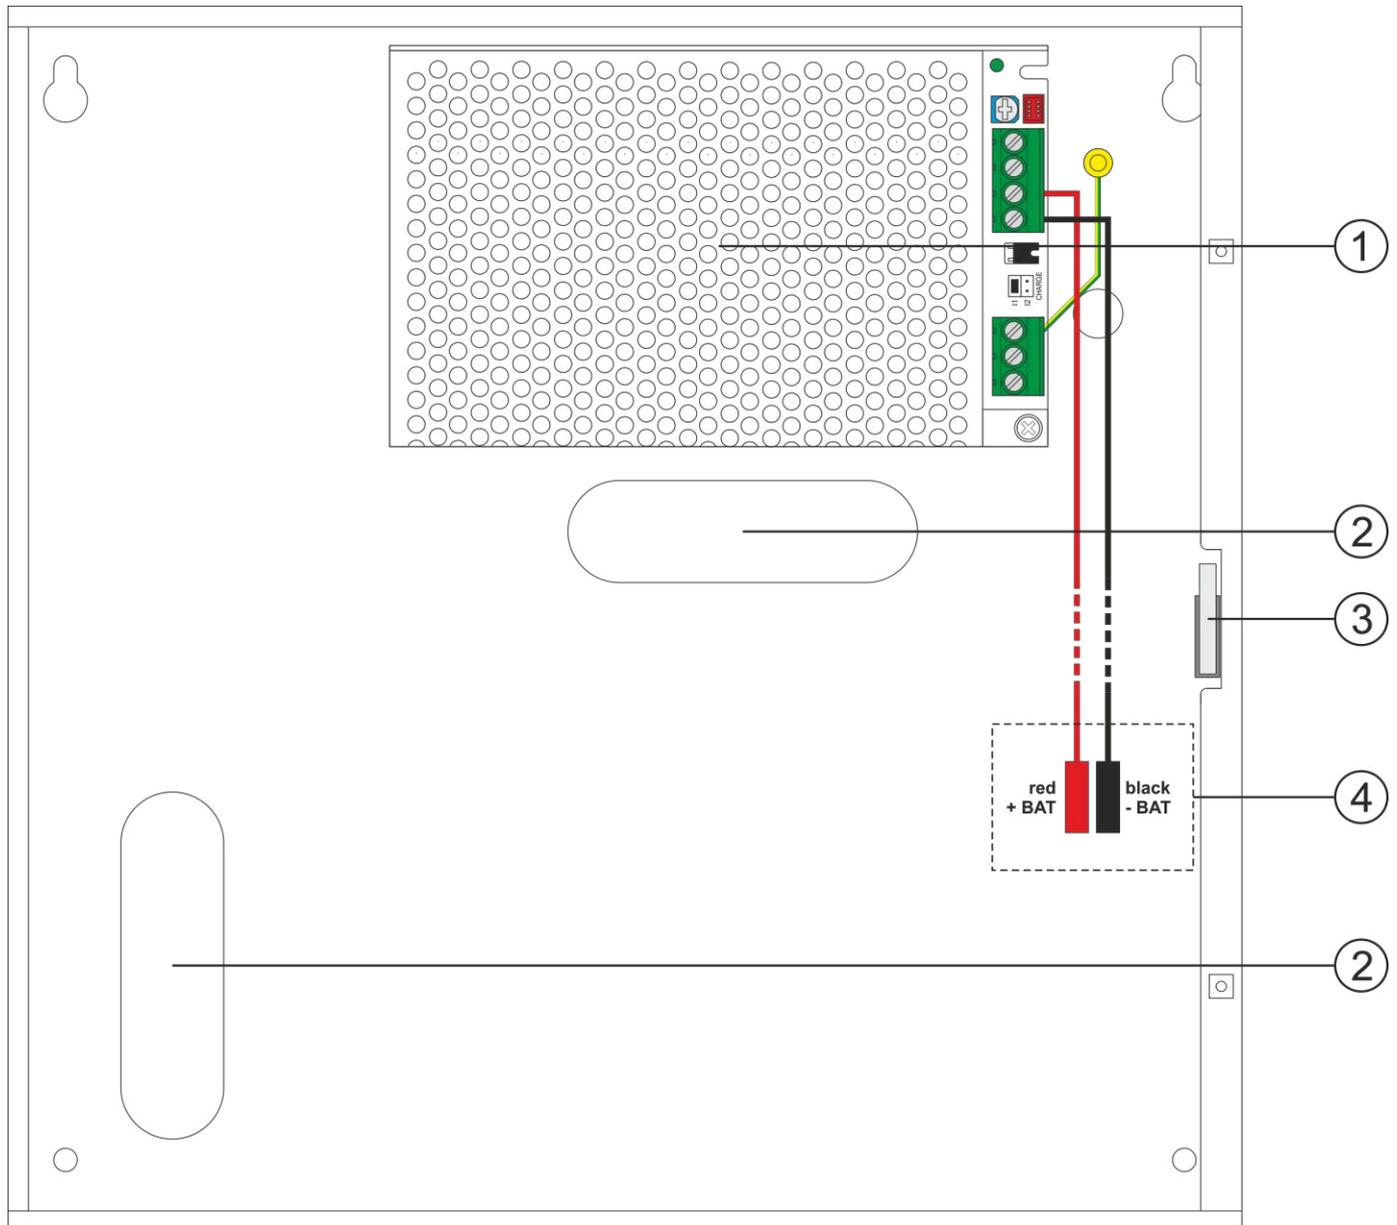

Fig.3. Vista de la fuente de alimentación.
Tabla 2. Vista de la PSU (véase la Fig. 3).
6. Monte la batería en el compartimento de baterías de la caja (Fig. 3). Conecte las baterías con la fuente de alimentación prestando especial atención a la polaridad correcta y al tipo de conexiones (Fig.4):